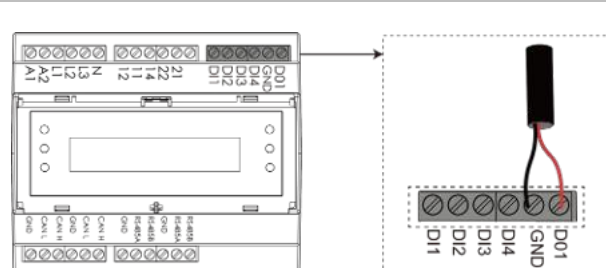

Abb. 59. Verbinden Sie das Netzkabel mit dem Powador-protect
1. Isolieren Sie das andere Ende des Netzkabels ab. Befestigen Sie den Kupferdraht an der entsprechenden Klemme des Powador-protect-Geräts. Schraubendreher-Typ: SL1,5, Anzugsmoment: 0,6 Nm (siehe Abb. 59).